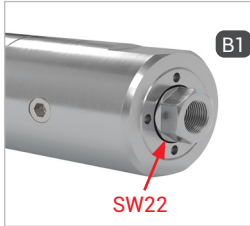

Figure 8
- ▶ Lors du montage du flexible de remplissage et de la conduite de fluide, maintenez une clé à fourche contre les surfaces de clé « B1 » et « B2 » (Figure 8 et Figure 9).